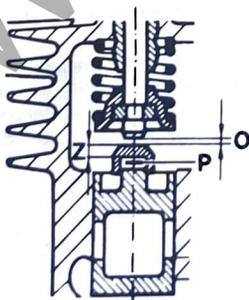

Bild 5
Ventilspiel (O, Bild 5) mit einer Fühlerlehre zwischen Ventilschaft und Stößelkopf messen. Der Stößel muss auf unterem Totpunkt stehen ; d.h. das Ventil muss geschlossen sein. Die Stößelköpfe gibt es in verschiedenen Bodendicken (Z), in Abstufungen von 0,20 mm. Bei Bestellung gewünschte Bodendicke (Z, Bild 5) angeben. Ferner gibt es noch Ausgleichscheiben (P) 0,1 mm dick. Durch Auswechseln der Stößelköpfe und Beilegen einer evt. erforderlichen Ausgleichscheibe (P) wird das Ventilspiel eingestellt.